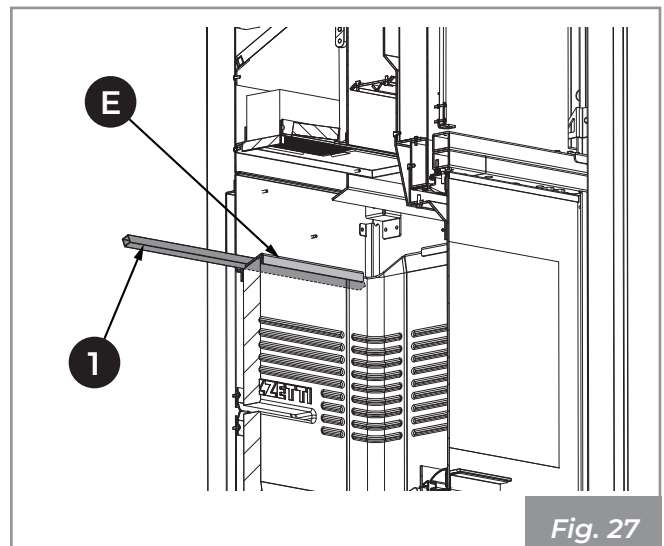

Fig. 27
**12)** Colocar el espaciador (1) en el estribo de bloqueo superior (E) (Fig. 27).